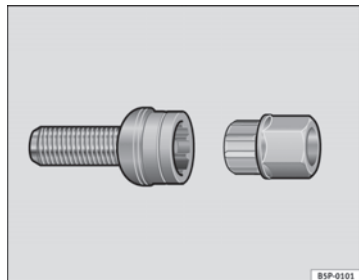

Fig. 148 Boulons de roue antivol
- Introduisez l'adaptateur au maximum dans le boulon antivol de la roue → fig. 148.